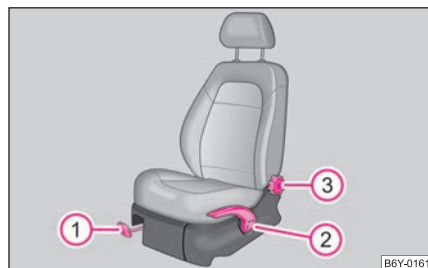

Fig. 46 Commandes du siège
- Tirez la manette ① ⇒ fig. 46 vers le haut et poussez alors le siège dans la position souhaitée.
- Relâchez la manette ① et poussez le siège jusqu'au dé clic de verrouillage. ▶